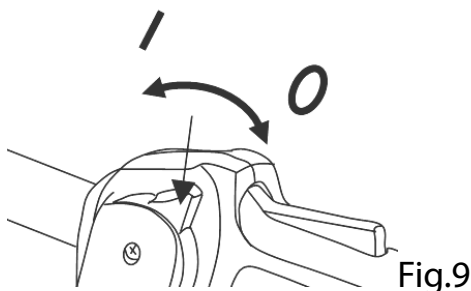

Fig.9
- 2) Coloque o interruptor do motor na posição "I". (Fig.9)